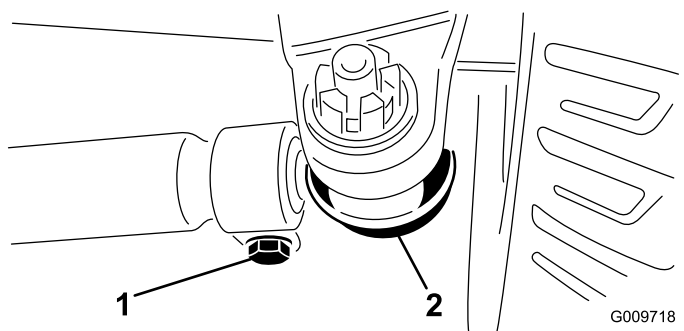

Figura 101
3. Para ajustar o alinhamento, remova o contrapino e a porca de cada uma das rótulas da barra de ligação (Figura 101).
5. Desaperte as abraçadeiras que estão em ambas as extremidades das barras de ligação (Figura 101).